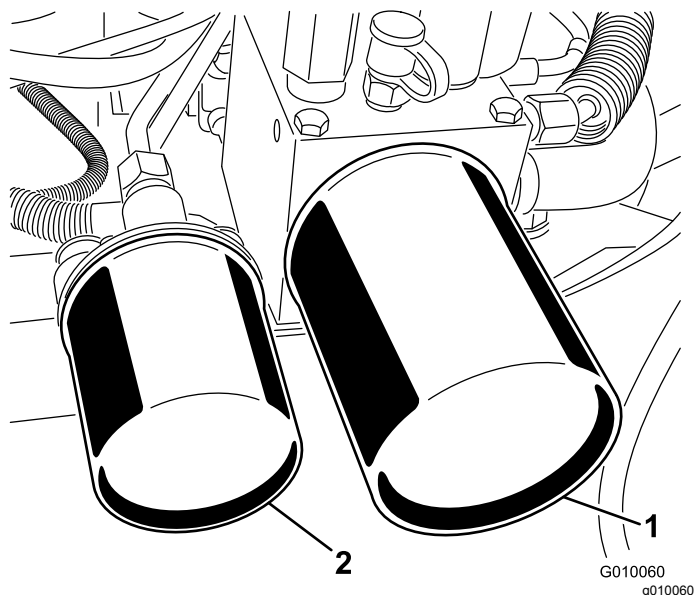

Figura 60
2. Collocate una bacinella di spurgo sotto i filtri, togliete i filtri usati e pulite la guarnizione di riduzione del filtro (Figura 60).